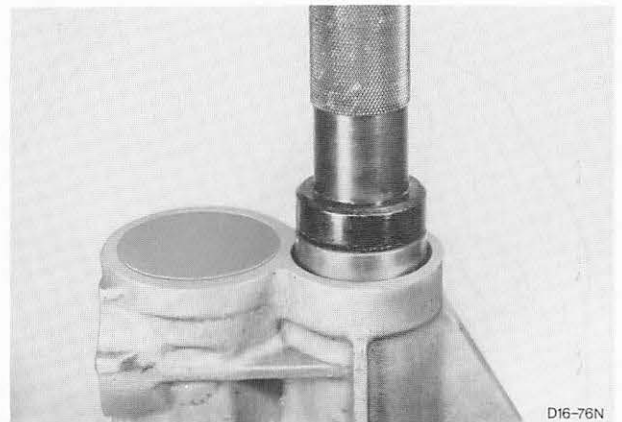

Abb. 128 Radialdichtring mit Spezialwerkzeug 16-015 eintreiben (B-Getriebe)
5. Neuen Dichtring mit Spezialwerkzeug 16-015 in die Getriebeverlängerung eintreiben. Abb. 128.